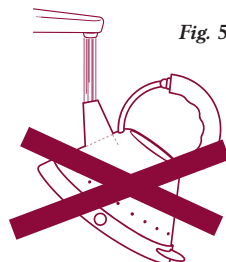

Fig. 5
- Verwijder het deksel en vul de waterkoker tot het gewenste niveau (fig.5).